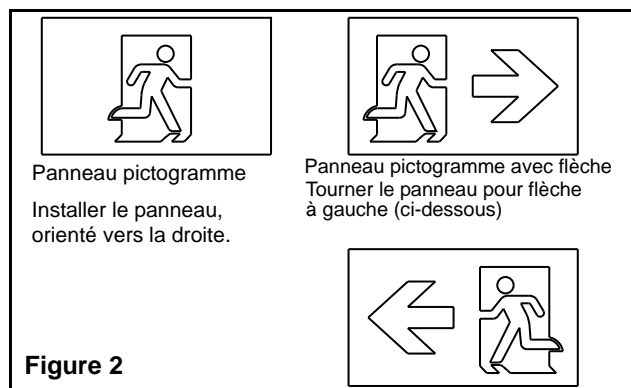

Figure 2
4. Sélectionner le panneau pictogramme approprié (voir figure 2). Installer le en l'insérant dans la rainure de la plaque frontale derrière le panneau clair puis insérez le bas du panneau dans le rainure inférieure. Insérer le diffuseur opale derrière le pictogramme de la même manière.